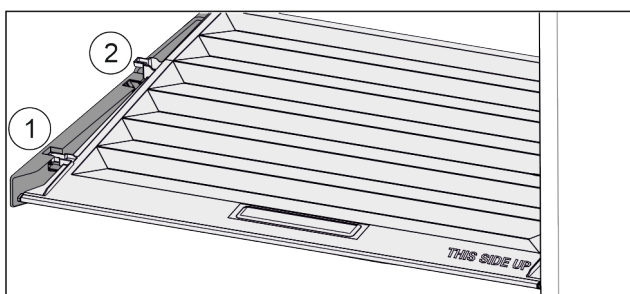

Fig. 147
- ▶ Pokrywę pociągnąć do przodu Fig. 147 (1), aż otworzy się w elementach trzymających.
- ▶ Podnieść tył od dołu i w wyjąć Fig. 147 (2) go do góry.